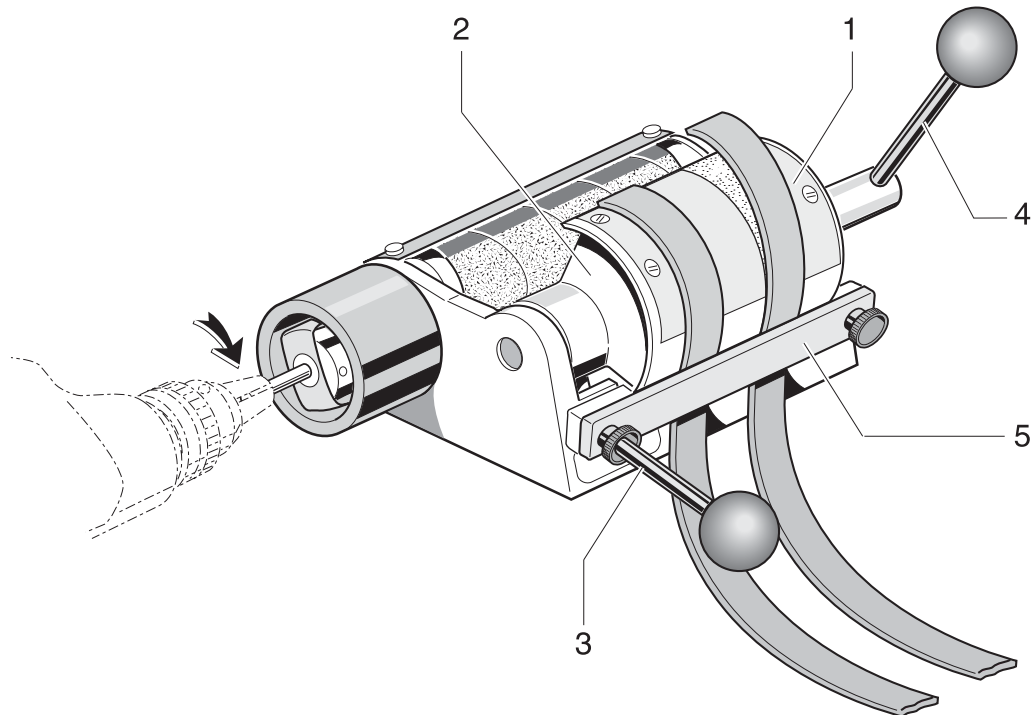

Fig. 2
■ Gurtenden in Ausschärfeinrichtung einlegen (Fig. 2)
- 1 Schwenktisch (2) durch Ziehen des Schwenkhebels (3) ganz nach hinten (/nach oben) schwenken.
- 2 Gurtende aus Richtung Umlenkung UM mit doppelseitigem Klebeband mittig auf dem Keilsegment (1) des Schwenktisches (2) bündig zur Vorderkante befestigen und mit Klemmvorrichtung (5) festklemmen.
- 3 Exzenterhebel (4) ganz nach hinten ziehen
■ Positioning the belt ends in beveling tool (Fig. 2)
- 1 Swing the swiveling table (2) all the way to the back (/all the way up) by pulling on the swivel lever (3).
- 2 Fasten the belt end coming from the direction of the UM return unit with double-sided tape in the middle of the wedge segment (1) on the swiveling table (2) flush with the front edge and clamp it down using a clamping device (5).
- 3 Pull the eccentric lever (4) all the way to the back.
■ 把皮带端头放入皮带打磨工具 (Fig. 2)
- 6** Schleifstaub vom Keilsegment) (Siehe Fig. 2(1)) entfernen und Gurt herausnehmen.
- 6** Remove any grindings from the wedge segment (see Fig. 2(1)) and remove the belt.
- 6** 清除楔形件上的磨尘 (见 Fig. 2(1)), 并取出皮带。